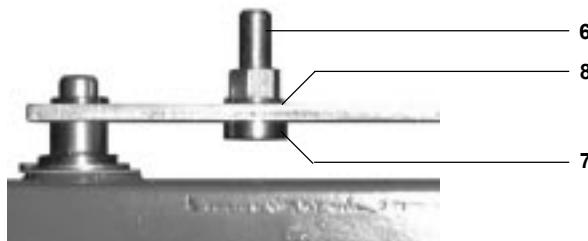

Рис. 18
- 5.1.6** Убедитесь, что квадратная часть детали (7) правильно размещена в прорези рычага обратной связи. Установите штифт (6) с резьбой M5, шайбу (8) и затяните усилием 3,5 - 4,0 Нм (Рис. 18).